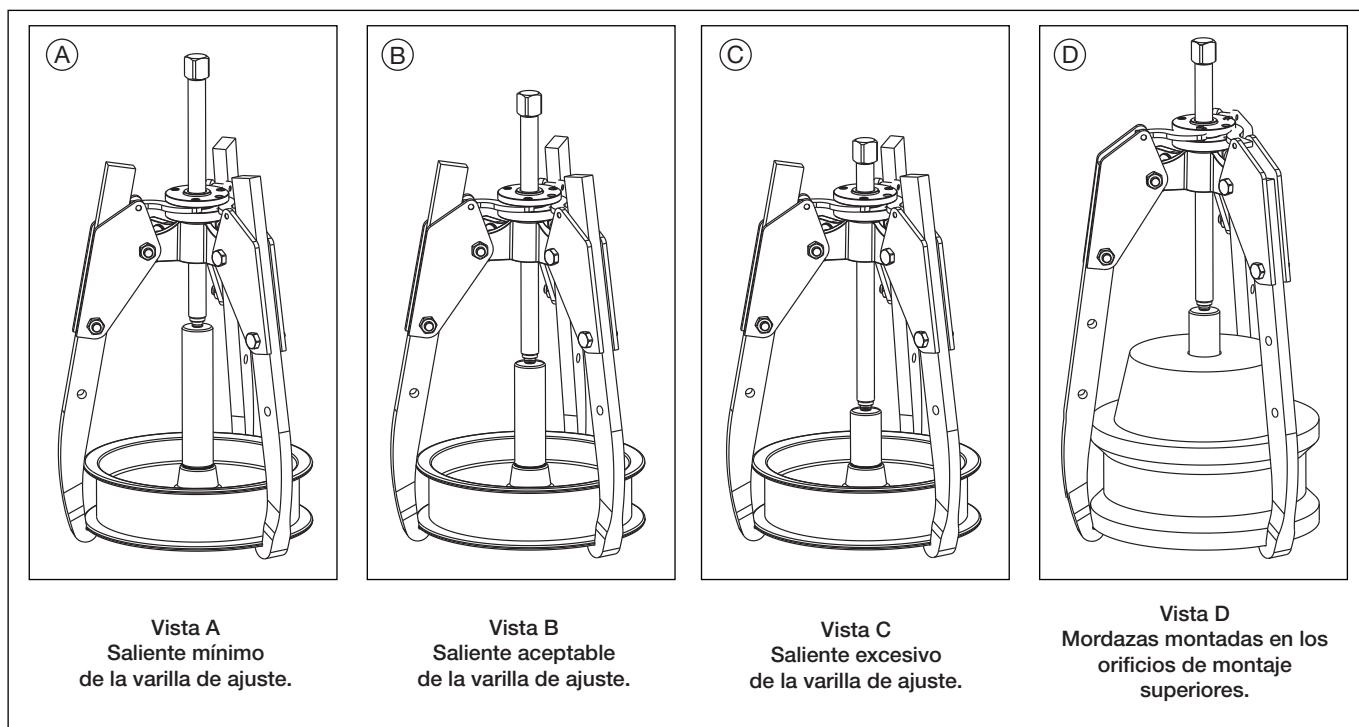

Figura 6, Posiciones de montaje de las mordazas y altura de la varilla de ajuste
- Como la varilla de ajuste se gira en sentido de las agujas del reloj, sobresale una mayor distancia por debajo del cuerpo del extractor. La longitud de la varilla que se encuentra bajo la carga aumenta y existe una mayor probabilidad de que la varilla se doble durante la operación del extractor. Véase figura 6, Vistas A, B y C.
- Solo monte las mordazas utilizando la serie superior de orificios si es necesario para crear espacio adicional para objetos grandes. Véase la Figura 6, componente D.